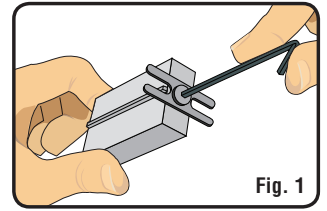

Fig. 1
2. Tighten screw to lock gap gauge in place (**Fig. 1**).
2. Serrer la vis de blocage jauge écart en place (**Fig. 1**).